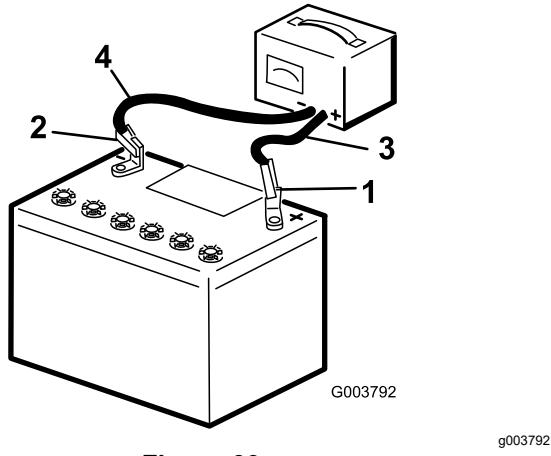

Figura 39
- Caricate la batteria per 10 o 15 minuti a 25 – 30 A o 30 minuti a 4 – 6 A (Figura 39). Non sovraccaricatela.
- Quando la batteria è completamente carica, staccate il caricabatterie dalla presa elettrica e scollegate i cavi di ricarica dai poli della batteria (Figura 39).